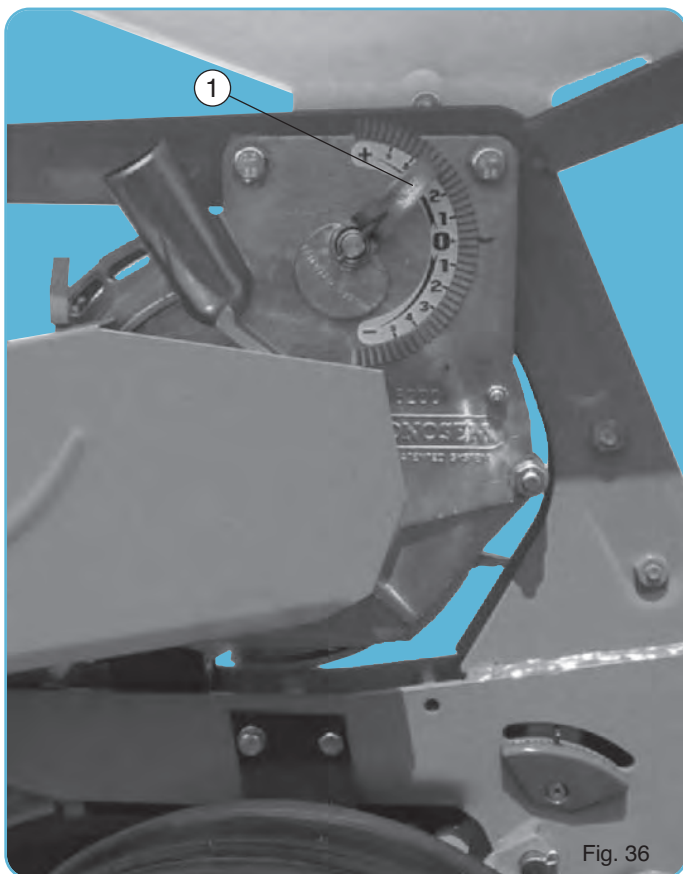

Fig. 36
When the indicator (1) is positioned to the + (fig. 36) it raises the scraper over the holes of the disc, increasing the degree of suction (closing the size of the hole (2)).
Atunci când indicatorul (1) este mai aproape de + (fig. 36), placa de selecție este îndepărtată de orificiile discului, mărind nivelul de aspirație (limitând priza de aer (2)), ceea ce poate determina apariția dublelor.